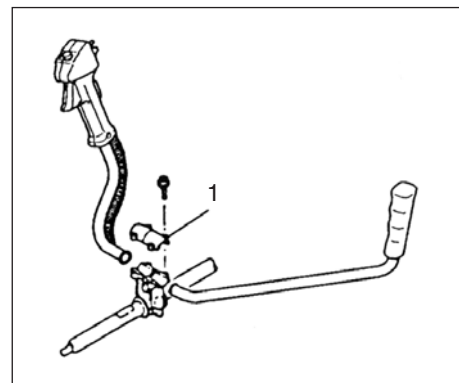

Fig. 1-2
Montage de la poignée-arceau (Fig. 1-2)
Déposer le support de poignée (1) de l'ensemble guidon. (Fig. 1-2)